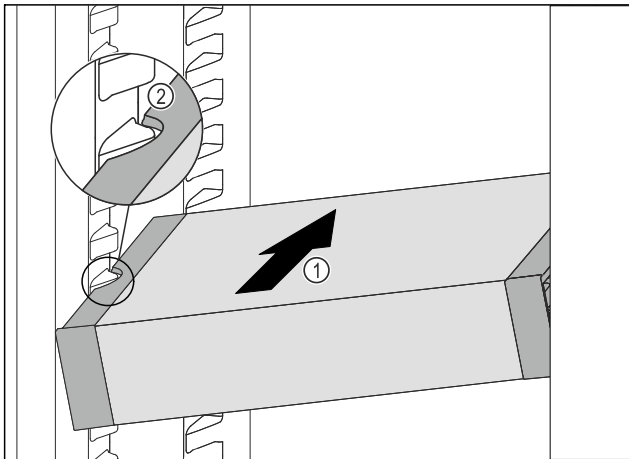

Fig. 191
- ▶ VarioSafe schräg in das Kühlteil einschieben Fig. 191 (1), bis sich die seitlichen Aussparungen Fig. 191 (2) des VarioSafes auf Höhe der Behälterrippe im Kühlteil befinden.